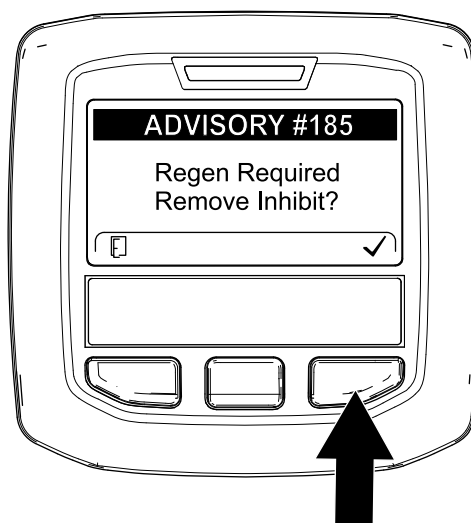

Bild 68
**Hinweis:** Wenn INHIBIT REGEN. auf ON eingestellt ist, wird im InfoCenter ADVISORY #185 angezeigt (Bild 68). Drücken Sie die Taste 3, um die Einstellung für das Verhindern der Regenerierung auf OFF einzustellen und die Zurücksetzen-Regenerierung fortzusetzen.